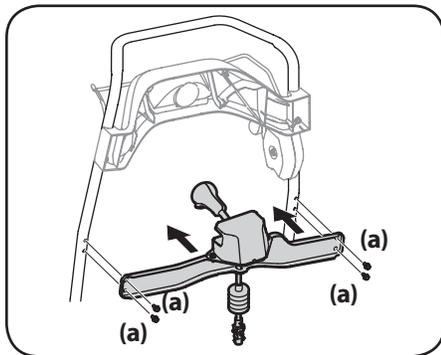

Figure 2-11
2. Utilisez les boulons hexagonaux (a) pour installer la commande de rotation de la goulotte. Voir Figure 2-11.